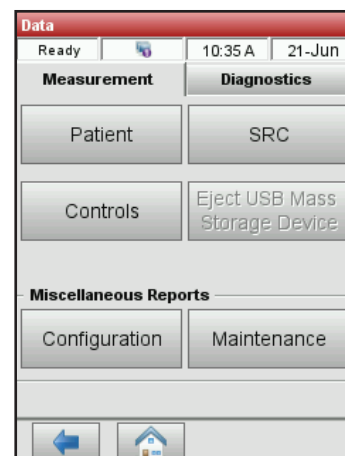

Figure 9. Écran de données
2. Dans la section Mesure, appuyez sur “**Contrôles**” (Figure 9).